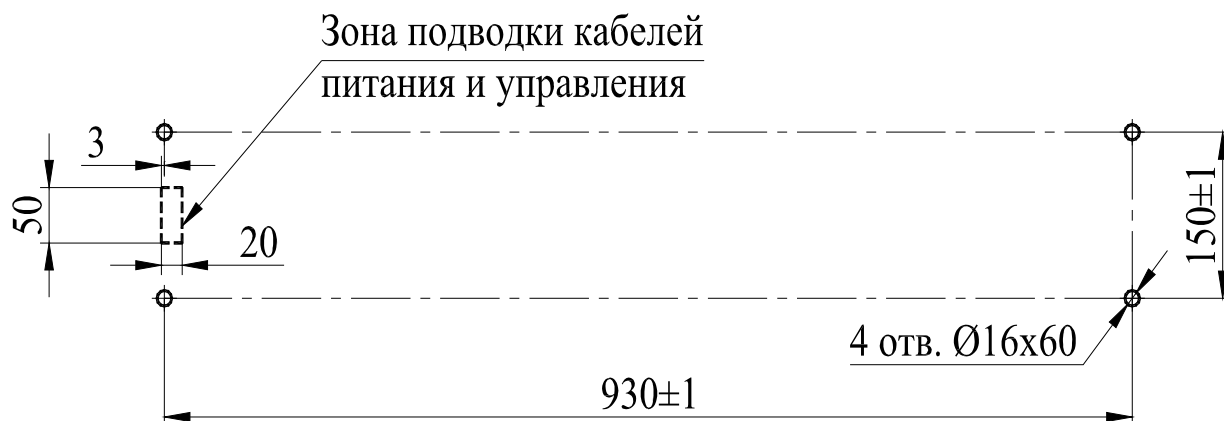

Рисунок 10 – Схема разметки отверстий для крепления стойки турникета
- производить разметку установочных отверстий в соответствии с рис. 10;
8.4.3 При необходимости прокладки кабелей (13) и (14) под поверхностью пола подготовьте в полу кабельный канал, подходящий к зоне подводки указанных кабелей к стойке (рисунок 10).